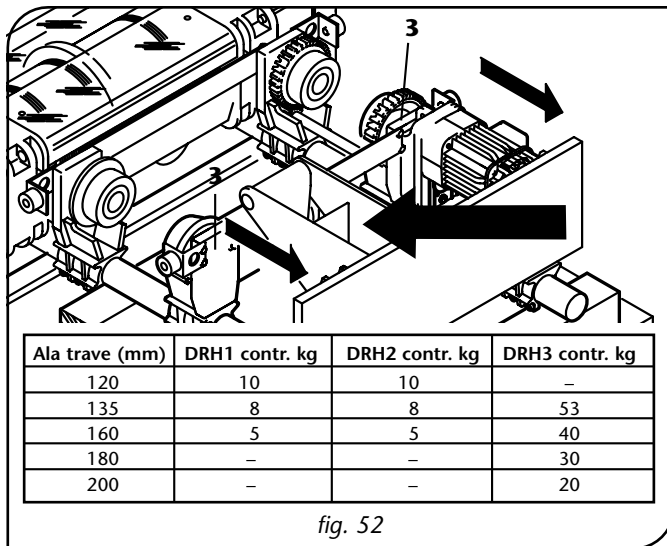

fig. 52
8. Far scorrere entrambe le piastre -3- sulle barre -6- in modo di allargare la larghezza preimpostata delle ruote, fino ad ottenere una larghezza interna tra le stesse maggiore dell'ala trave (fig. 52).
- NOTA: La fig. 52 visualizza anche l'ubicazione di eventuale zavorra come descritto al punto 17 a pag. 57.
17. **Nel caso di ali travi come indicato nella fig. 52 aggiungere zavorra nel contrappeso al fine di garantire il bilanciamento del gruppo paranco/carrello.**